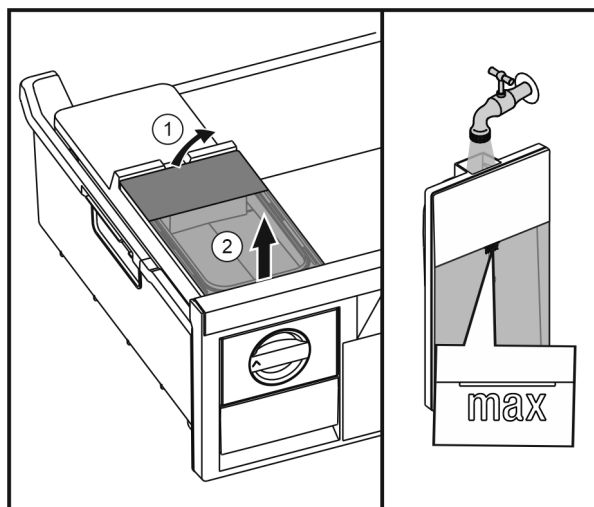

Fig. 55
- ▶ Løft vandtanken bagfra Fig. 55 (1), og tag den op og ud Fig. 55 (2).